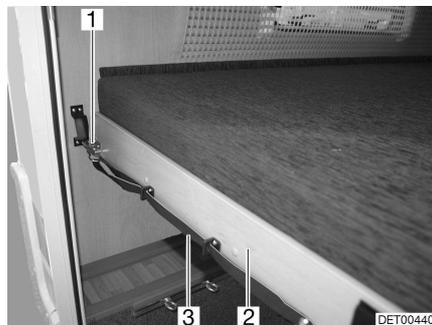

Fig. 52 Lit superposé (arrière)
- Tirer sur la boucle (Fig. 52,3) et désenclencher le verrou (Fig. 52,1).
- Tirer le sommier à lattes (Fig. 52,2) avec le matelas vers l'avant jusqu'à ce qu'il s'enclenche.